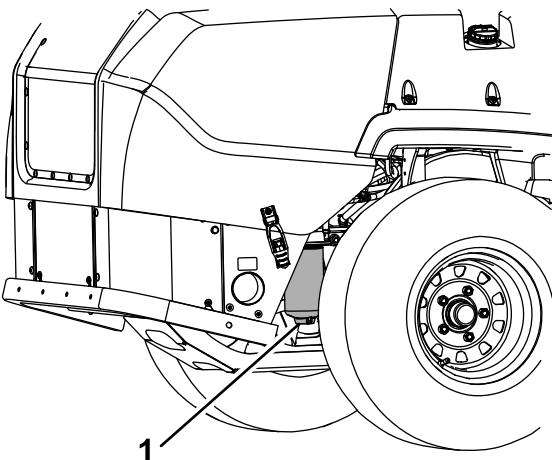

Figure 40
- Desserrez le bouchon de vidange du séparateur d'eau d'un tour environ pour vidanger l'eau et autres contaminants (Figure 40).